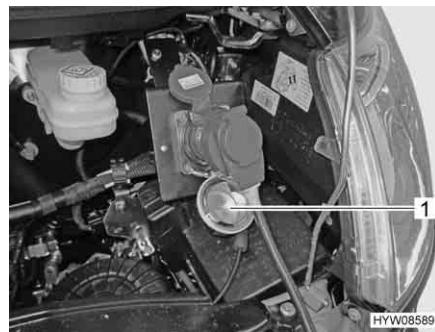

Bild 44 230-V-Anschluss
- Deckel (Bild 44,1) entgegen dem Uhrzeigersinn drehen (Bajonettverchluss) und abziehen.
- Steckkupplung einstecken. Das Anschlusskabel dabei nach vorn über den Kühlergrill legen (Bild 44).